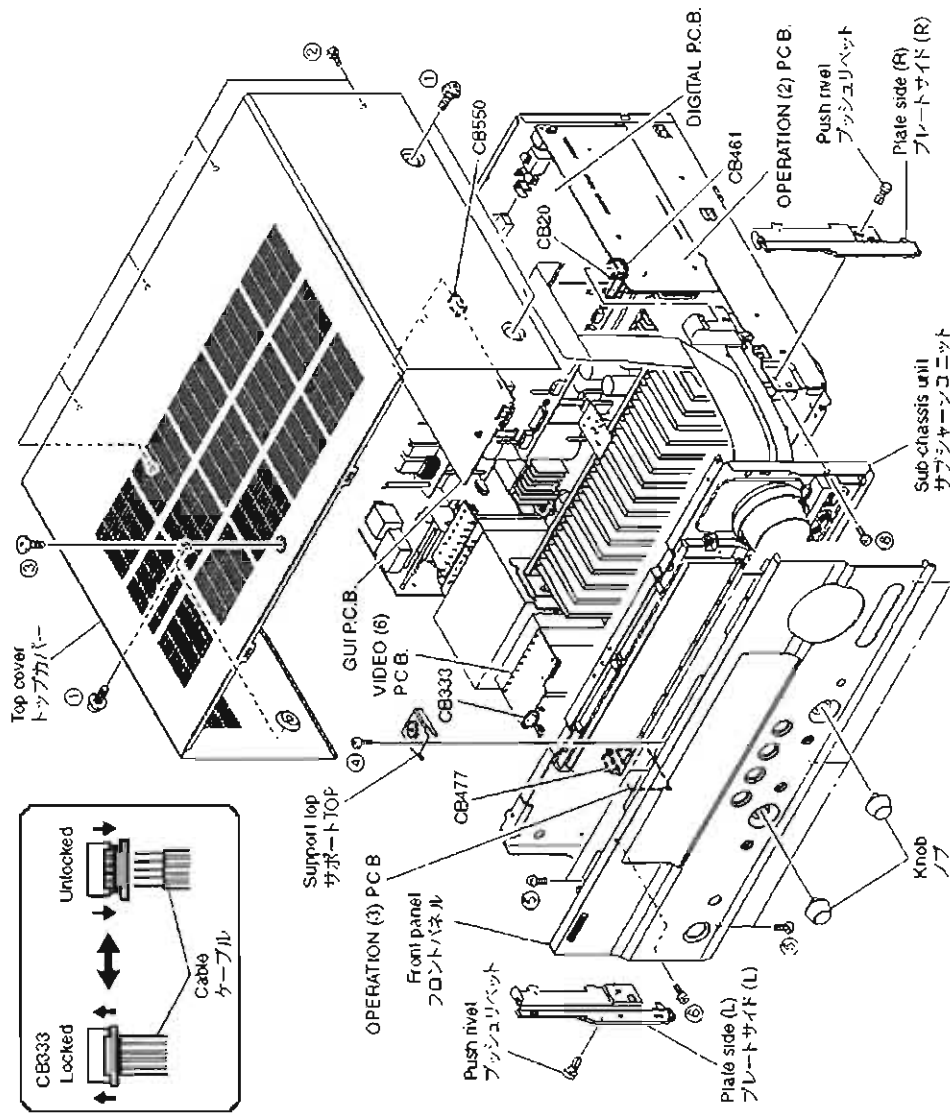

Fig. 1
- a Remove 4 screws (①), 5 screws (②) and screw (③). (Fig. 1)
- b Slide the top cover rearward to remove it. (Fig. 1)
- a. ①のネジ4本、②のネジ5本、③のネジ1本を外します。(Fig. 1)
- b トップカバーを後ろへスライドさせ、取り外します。(Fig. 1)
- a Remove screw (④) and then remove the support top. (Fig. 1)
- b Remove 2 knobs. (Fig. 1)
- c Remove 6 screws (⑤) and then remove the front panel. (Fig. 1)
- d Remove 2 push rivets and then remove the plate side (L) and (R). (Fig. 1)
- e Remove CB20, CB461, CB477 and CB550. (Fig. 1)
- f Remove 2 screws (⑥) and then pull out the sub-chassis unit. (Fig. 1)
- g Unlock and remove CB333. (Fig. 1)
- h Remove the sub-chassis unit. (Fig. 1)
- a. ④のネジ1本を外し、サポートトップを取り外します。(Fig. 1)
- b. ノブ2個を取り外します。(Fig. 1)
- c. ⑤のネジ6本を外し、フロントパネルを取り外します。(Fig. 1)
- d. プッシュリベット2個を外し、プレートサイド(L)、(R)を取り外します。(Fig. 1)
- e. CB20、CB461、CB477、CB550を外します。(Fig. 1)
- f. ⑥のネジ2本を外し、サブシャーシユニットを引き出します。(Fig. 1)
- g. ロックを外し、CB333を外します。(Fig. 1)
- h. サブシャーシユニットを取り外します。(Fig. 1)